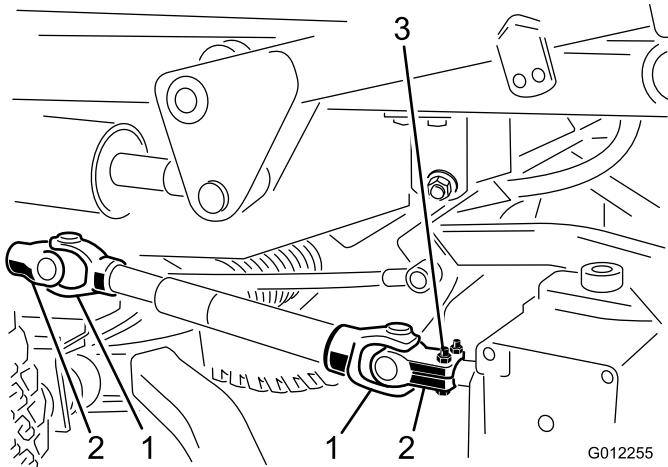

Figura 19
3. Con un taladro, elimine el pasador cilíndrico que sujeta la horquilla del árbol de transmisión al eje primario de la caja de engranajes (Figura 19). Afloje los tornillos de caperuza y las contratuerca y retire la horquilla del eje primario. Si la unidad de tracción se va a utilizar sin la unidad de corte, elimine con un punzón el pasador cilíndrico de la horquilla del árbol de la toma de fuerza de la unidad de tracción y retire el árbol de transmisión completo de la unidad de tracción.